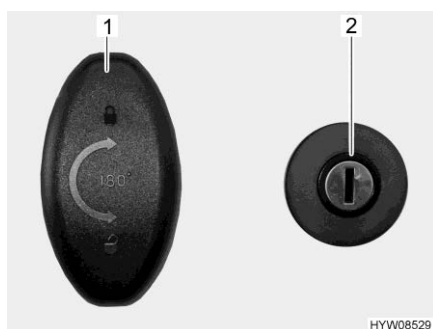

Fig. 51 Serratura della porta (porta del garage)
- Inserire la chiave nel cilindro della serratura (Fig. 51,2) e ruotare in senso orario. La chiusura centralizzata è sbloccata.
- Girare la maniglia della serratura (Fig. 51,1) in senso antiorario di un mezzo giro e aprire la porta del garage.
- Girare la maniglia della serratura (Fig. 51,1) in senso antiorario di un mezzo giro.
- Inserire la chiave nel cilindro della serratura (Fig. 51,2) e ruotare in senso antiorario. La chiusura centralizzata è bloccata.